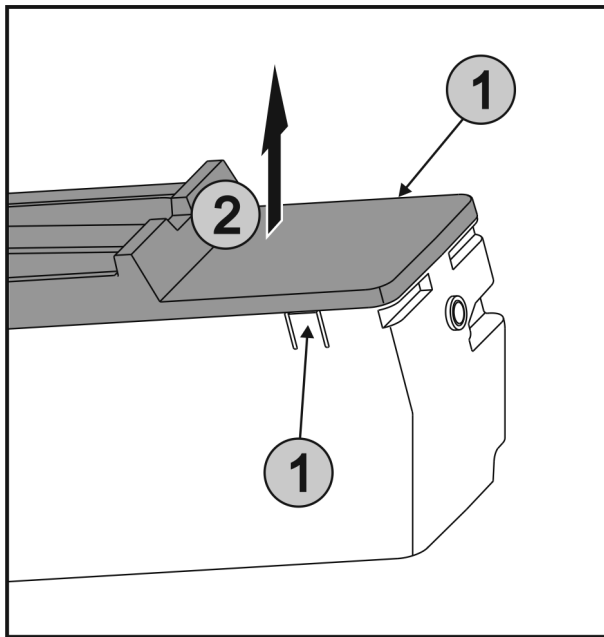

Fig. 48
- ▶ Appuyer simultanément sur les languettes Fig. 48 (1) des deux côtés de l'EasyTwist-Ice et retirer le couvercle Fig. 48 (2) vers le haut.